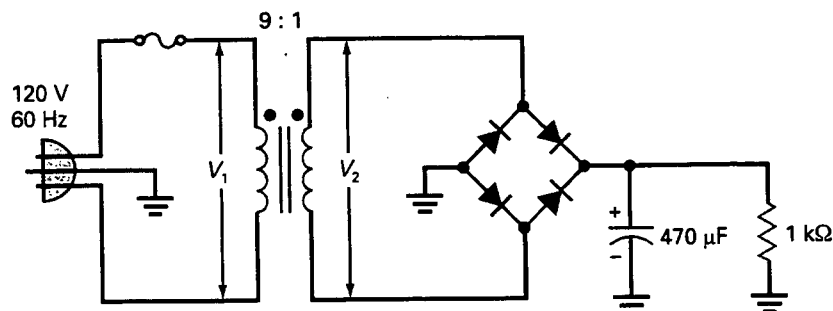

Figura 4-41
4-21. ¿Cuáles son la tensión continua de salida y el rizado en la Figura 4-41? Dibuje la forma de onda de salida.
4-22. Si la tensión de red baja hasta 105 V en la Figura 4-41, ¿cuál es la tensión continua de salida?
4-23. ¿Cuál es la tensión inversa de pico en la Figura 4-41?
4-24. Si la relación de espiras cambia a 5:1 en la Figura 4-41, ¿cuál es la tensión inversa de pico?
4-25. Un F-25X reemplaza al transformador de la Figura 4-41. ¿Cuál es la tensión de pico aproximada a través del arrollamiento secundario?, ¿y la tensión continua de salida aproximada?, ¿está operando el transformador con su corriente máxima de salida?, ¿será la tensión continua de salida mayor o menor que la normal?
4-26. ¿Cuál es la corriente del primario en la Figura 4-41?
4-27. ¿Cuál es la corriente media a través de cada diodo de la Figura 4-41?
- 4-28. Si el condensador del filtro de la Figura 4-41 está abierto, ¿cuál es la tensión continua de salida?
- 4-29. Si sólo un diodo de la Figura 4-41 está abierto, ¿cuál es la tensión continua de salida?
- 4-30. Si alguien construye el circuito de la Figura 4-41 con el condensador electrolítico al revés, ¿qué tipo de problema podría suceder?